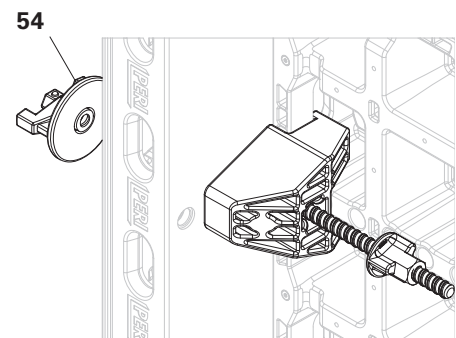

Fig. B5.15b
4. Insérez la tige en acier (23.4) du connecteur d'angle DUO dans le point d'ancrage désiré (10.1) du panneau multifonctions. (Fig. B5.15b)
5. Fixez l'ancrage pour angle DUO (23.2) à travers le connecteur d'angle DUO (23.1) et le panneau multifonctions. (Fig. B5.15b)